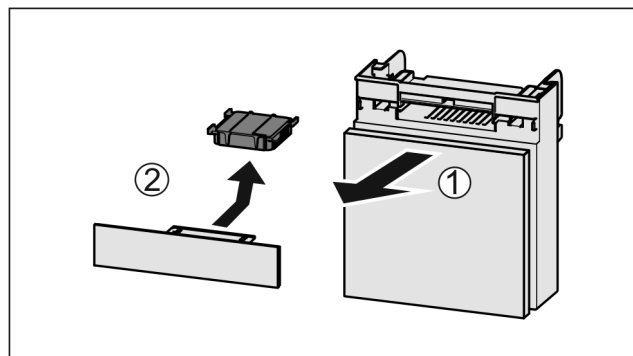

Fig. 187
- Extraire le compartiment par l'avant Fig. 187 (1).
- Sortir le filtre à charbon actif Fig. 187 (2).